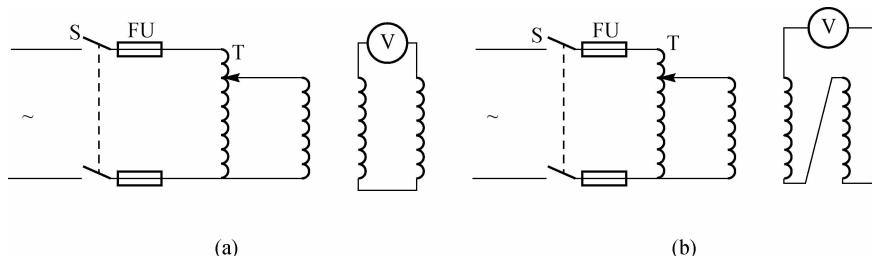

图 3-25 用低压交流电源和电压表测定定子绕组的首尾端
- (1)先用万用表电阻挡查明每相绕组的两个出线端,并做标记。
- (2)将三相绕组中任意两相绕组串联,另两端与电压表相连,接线图如图 3-25(a)所示。
- (3)将余下一相绕组与单相调压器或 36 V 照明变压器的输出端相连。
(5)将确定出首尾端的其中一相绕组接调压器,另两相绕组又串联相接,再与电压表相连,如图 3-25(b)所示。重复步骤(4)的过程,即可根据已知的一相绕组的首尾端确定未知一相绕组的首尾端,并标上 W1W2。